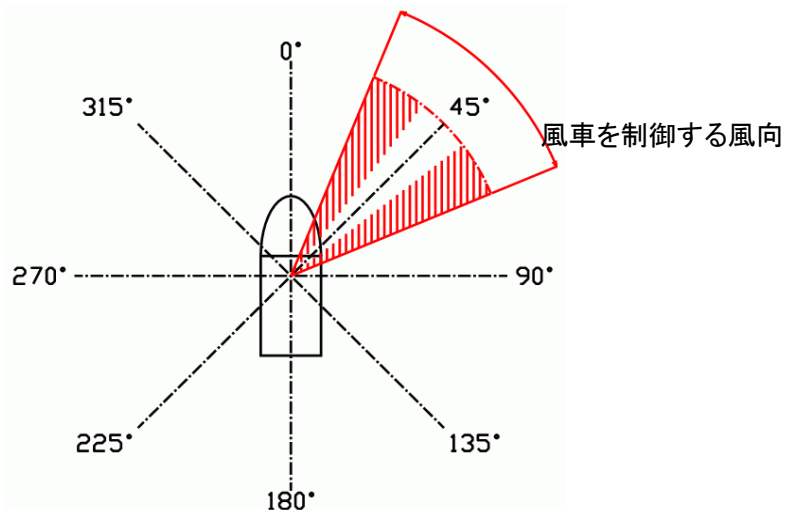

図10 風車の適切な運転制御手法のイメージ図
渥美風力発電所においても、東南東の風が発生した場合、①ヨー制御の多頻度動作によるヨーモータのブレーキパッド損耗および遊星ギヤの破断(金属疲労と推定)と、②ピッチ制御の多頻度動作による油圧操作系の故障が多数確認されています。今後は、一連の数値風況診断の結果と、現地における運用経験、さらには風車メーカーとの協議を通じて、地形起因の大気乱流の影響が顕著となる風向と風速の条件を満たした際には、風車を自動的に停止させることで風車の故障を未然に防ぐ手法を検討していく予定です(図10)。